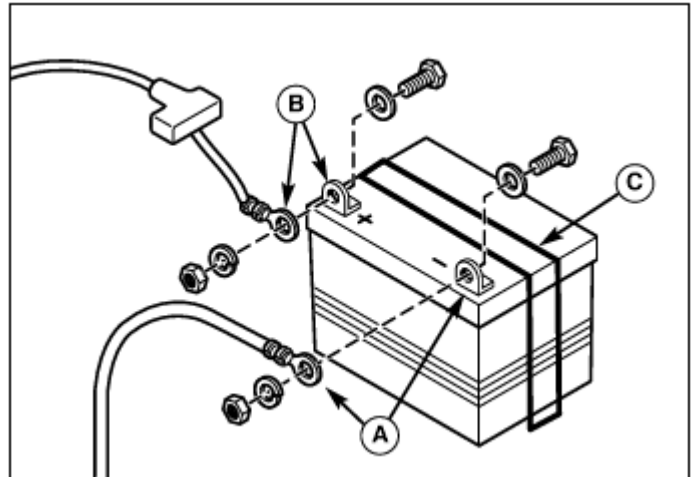

図 17 バッテリー
1. バッテリーからケーブルを外す時は、マイナス（-）ケーブル（図 17 の A）から外して下さい。